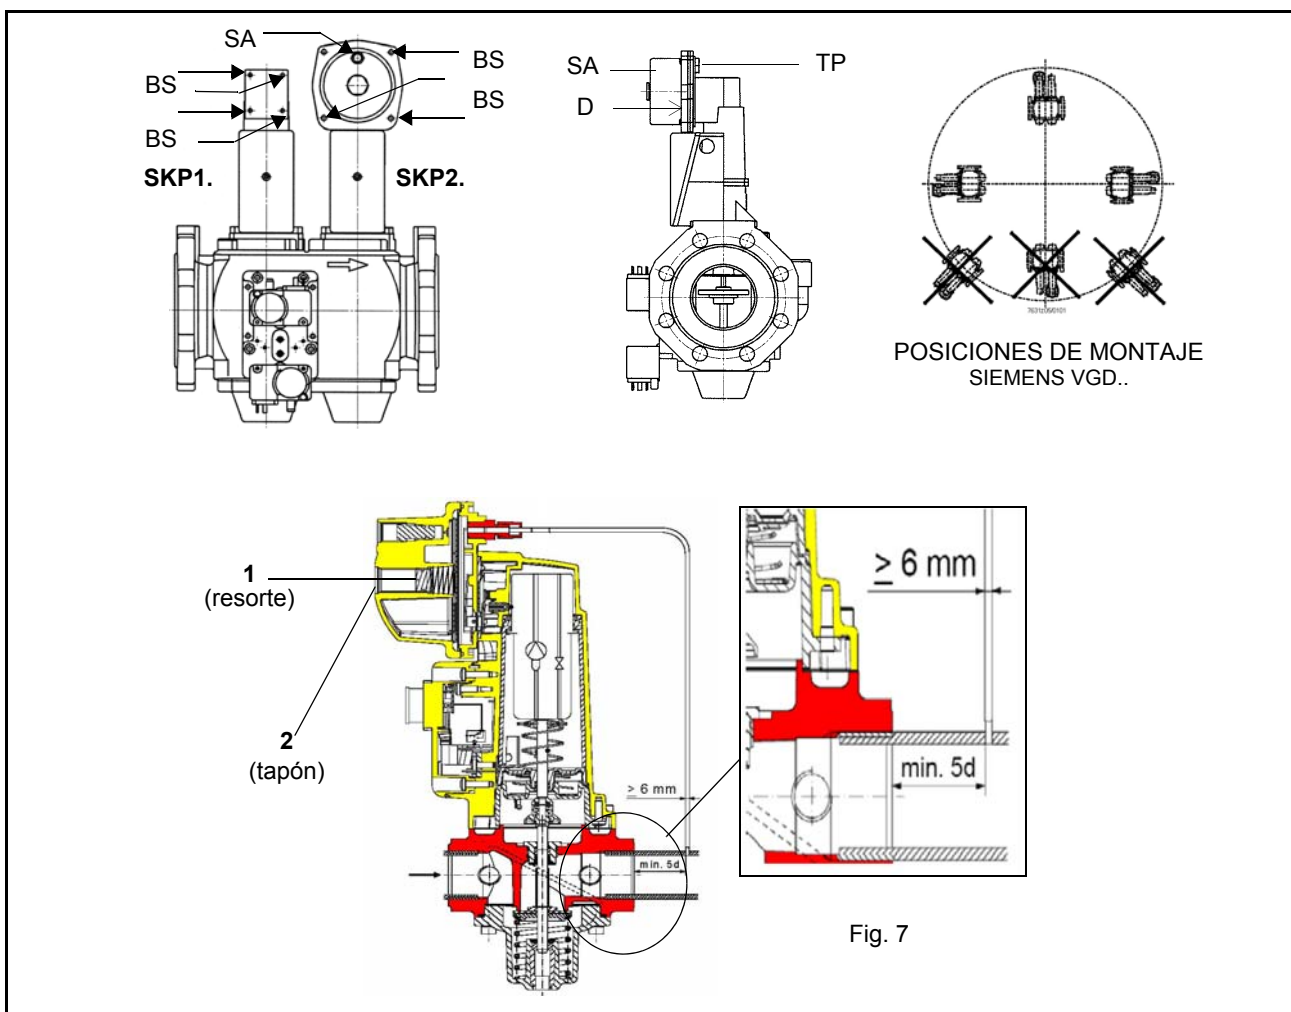

Fig. 7
**Nota: el diafragma D del SKP2 tiene que ser vertical (vedi Fig. 7).**